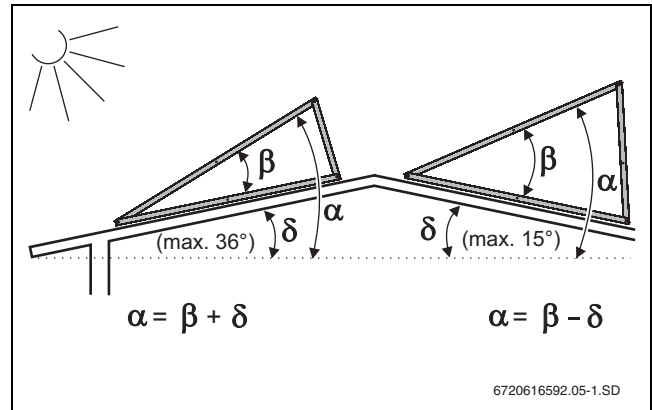

Fig. 7 Unghi de incidență la acoperișuri înclinate
- ▶ Montați setul de montaj doar pe acoperișurile cu o înclinare de 0 - 36 ° (respectiv 0 - 15 °, Fig. 7).